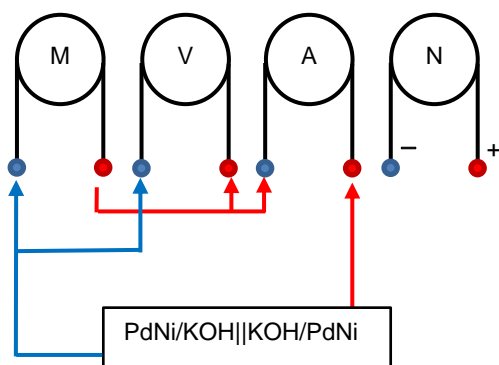

Abb. 4: Schaltung des Versuchs während der Stromentnahme an der Brennstoffzelle.
Die palladinierten Nickelelektroden werden mit den Ausgangsbuchsen des Voltmeters (12) und des Amperemeters (7) verbunden. Umschalter (6) wird auf externe Stromquelle gestellt. Das Demonstrationsgerät wird über Umschalter (18) eingeschaltet. Nun kann die Klemmspannung am Voltmeter abgelesen werden. Den Motor zuschalten. Dabei jeweils eine Ausgangsbuchse mit einer Elektrode verbinden (vergleiche hierzu Abbildung 4). Die Zeit bis zum Stillstand des Elektromotors notieren. Durch erneute Elektrolyse kann die Zelle wieder aktiviert werden. Knallgaszelle erneut mit 3,3 Volt Spannung 3 min lang elektrolysieren und die Zeit des Elektromotors notieren.